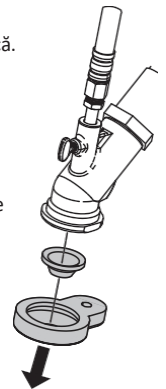

Fig. 11
2. Îndepărtați vârful pistolului de pulverizare și dispozitivul de fixare. (Fig. 11)